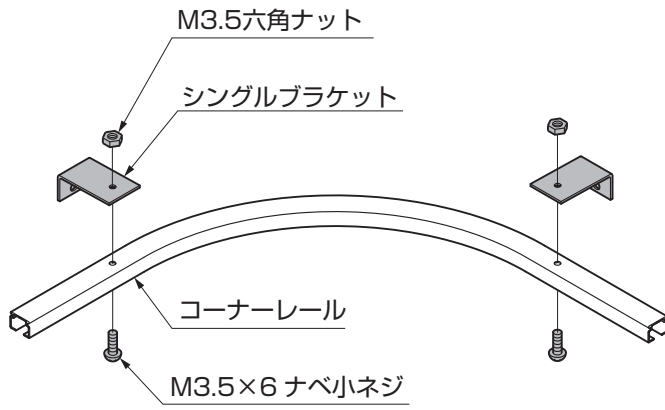

図2-1 ジーマ、暖蘭物語の場合
- ジーマ、暖蘭物語とガーデンルームGFとでは仮止めするシングルブラケットの向きが違います。(図2-1、2-2参照)